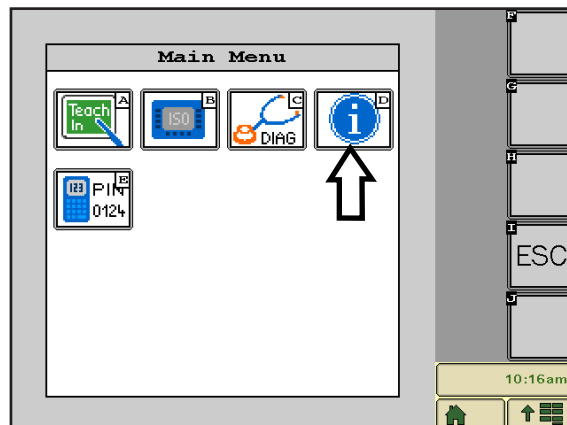
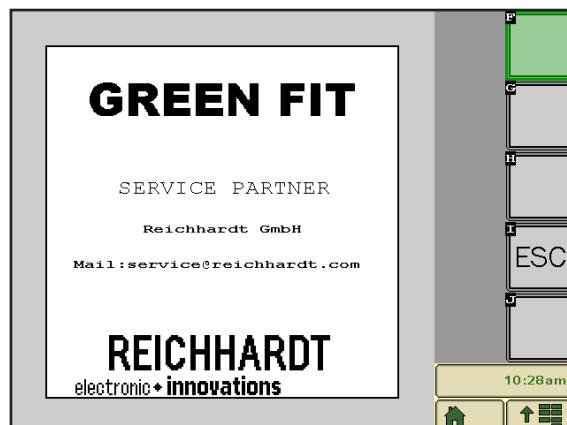

Fig. 25: Abrir la información del sistema
Fig. 26: Colaborador de asistencia
En el menú principal, seleccione el símbolo i (D) para acceder a la información del sistema (véase Fig. 25) y mostrar al colaborador de asistencia (véase Fig. 26).